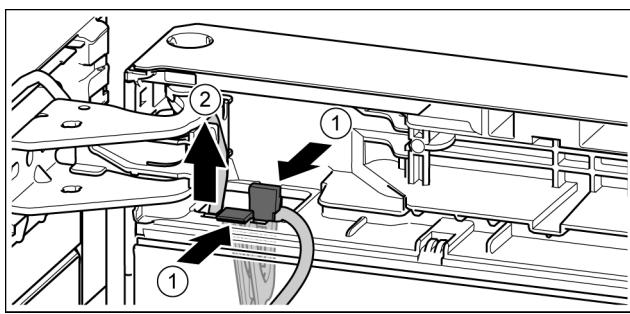

Fig. 20
- Lasche drücken. *Fig. 20 (1)*
- Kabelhalter mit daran befestigtem Kabel herausziehen. *Fig. 20 (2)*